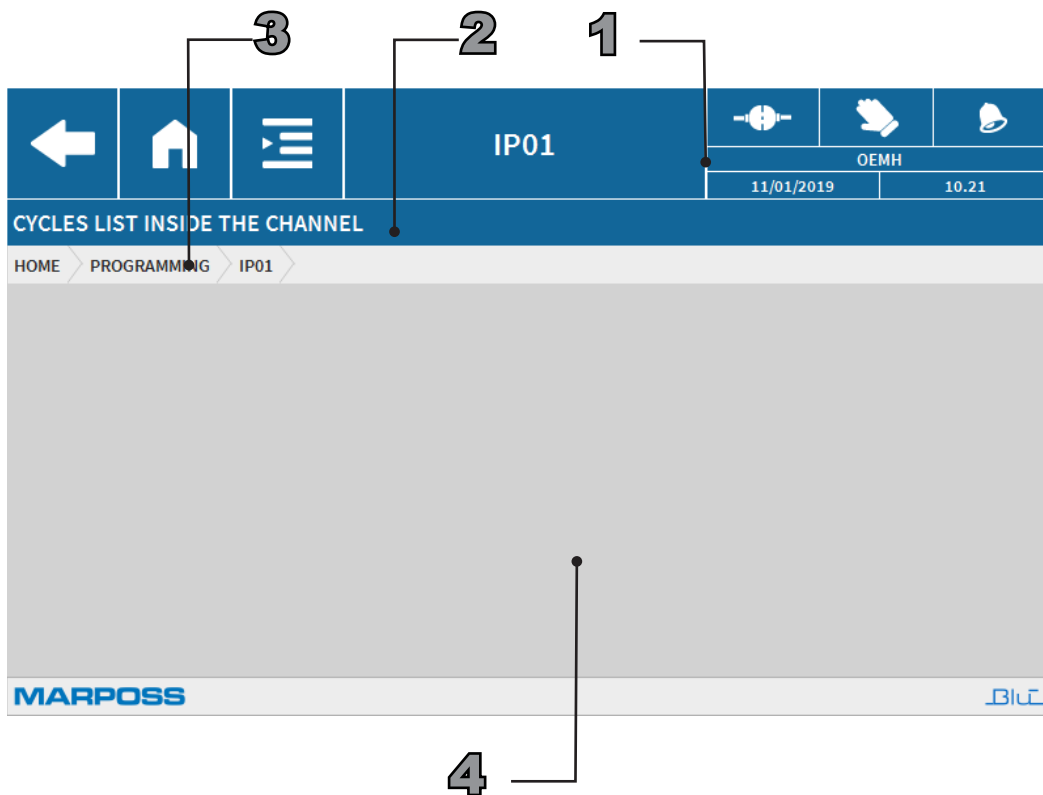

Abb.12. Dashboard Liste der vor dem Hinzufügen eines Datensatzes im Kanal vorhandenen Zyklen.
- 4 Arbeitsbereich: Liste ausgewählter Datensätze. Im Beispiel: kein Datensatz hinzugefügt. Siehe Kap. Abb.12 auf Seite 14.